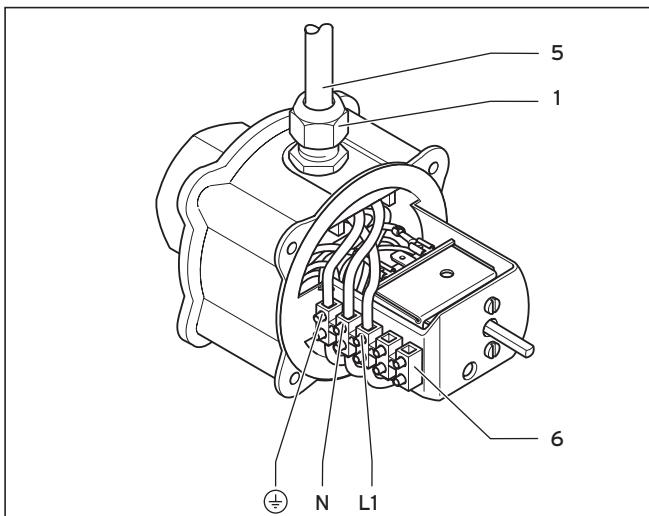

Рис. 6.2 Электроустановка ТЭНа, 230 В
- Снимите ручку настройки (3).
- Ослабьте 4 болта с шестигранной головкой (4).
- Снимите крышку корпуса (2).
- Закрепите кабель (5) посредством резьбового соединения PG (1). Для этого соответствующим образом удалите оболочку с кабеля. Проведите кабель, как показано на рис. 6.2 либо 6.3 через резьбовое соединение PG (1). Прочно затяните резьбовое соединение PG.
- Привинтите кабель в соответствии с исполнением согласно рис. 6.2 (230 В) или рис. 6.3 (400 В) к клеммнику (6).
- Установите крышку корпуса (2) и закрепите ее 4 болтами с шестигранной головкой (4).
- Насадите ручку настройки (3).